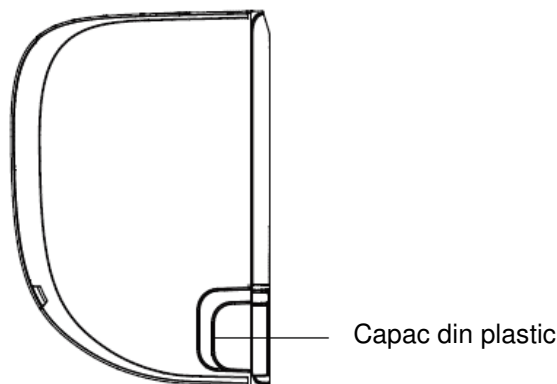

Fig. 3.3
2. Daca gaura din perete este in spatele unitatii, mentineti la locul sau capacul. Daca gaura din perete este in lateralul unitatii interne, indepartati capacul de plastic din acea parte a unitatii. (Consultati **Fig. 3.3**). Astfel se va crea un orificiu prin care tevile pot iesi din unitate. Utilizati un cleste cu cioc subtire daca este prea dificil de indepartat manual capacul de plastic.
Pentru detalii consultati **Fig. 3.3**.